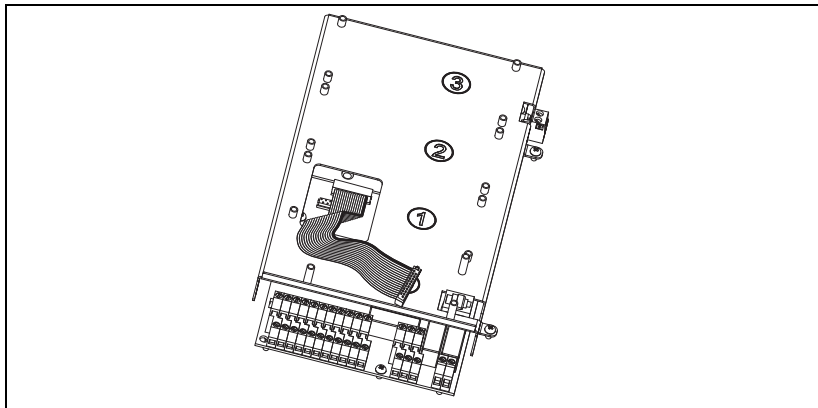

Fig. 5 Flatkabel ansluten till styrkortet.
1. Anslut den 16-poliga flatkabeln (75 mm) till X5-anslutningen på styrkortet med kabeln nedåt som i Fig. 5.